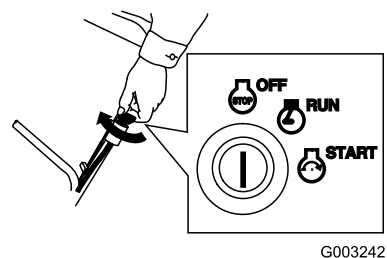

Figure 29
1. Tournez la clé de contact à la position contact coupé (OFF) (Figure 29).